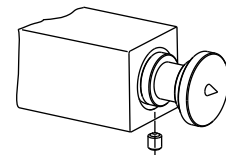

FIGURE 2
2 Insérez les broches de positionnement (6K) dans les trous ronds situés aux extrémités du cadre de la tablette en verre (1) afin que la pointes soit orientée vers l'extérieur. Les épaulements doivent être alignés avec l'extrémité du cadre de la tablette en verre (voir la figure 2).